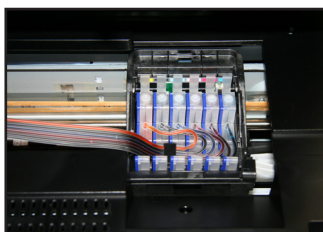
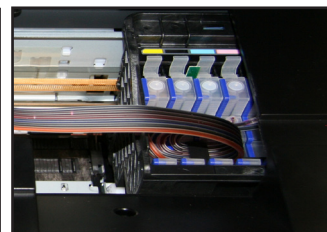

рис. 7
рис. 8
5. В случае прокладки шлейфа, как показано на (рис. 7), рекомендуем снять клипсу и повернуть шлейф в противоположную сторону (рис. 8).